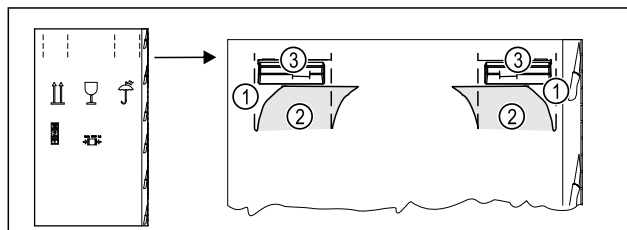

Fig. 5
- ▶ Vtlačte obalový karton nahoře na perforaci Fig. 5 (1).
- ▶ Vytáhněte vtačené spojky Fig. 5 (2).
- ▶ Pravá a levá rukojeť Fig. 5 (3) je viditelná.
- ▶ Držte spotřebič za rukojeti Fig. 5 (3).